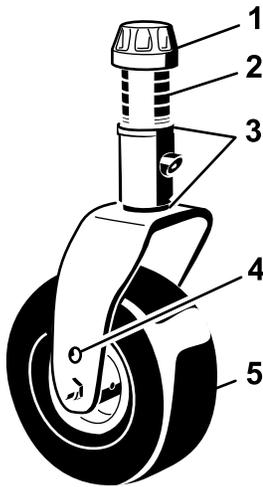
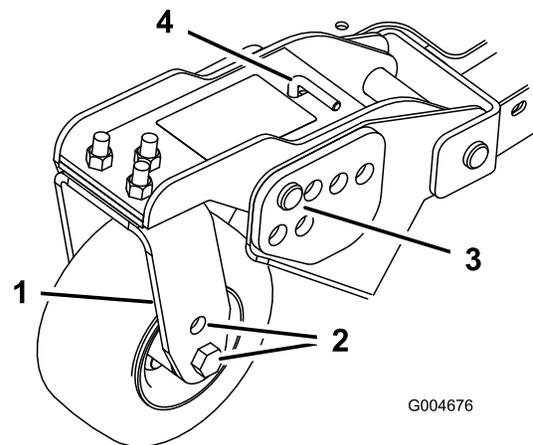
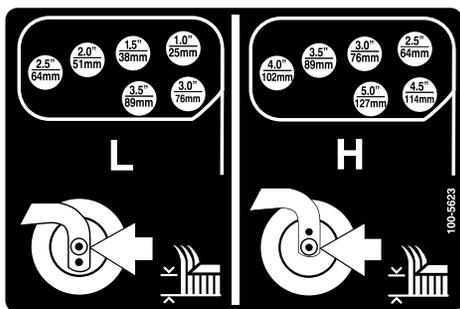

Figure 19
Figure 21
Figure 22
1. Placez les essieux des roues pivotantes dans les mêmes trous sur toutes les fourches (Figure 19 et Figure 21). Pour choisir les trous corrects pour la hauteur de coupe requise, reportez-vous au tableau suivant.
2. Enlevez le chapeau de tension de l'axe de pivot (Figure 19) et sortez l'axe du bras de la roue pivotante.
6. Enlevez la goupille fendue et les axes de chape des bras de pivot (Figure 21).
7. Tournez la tige de tension pour élever ou abaisser le bras de pivot jusqu'à ce que les trous soient en face de ceux du support de hauteur de coupe sélectionnés dans le cadre du plateau de coupe (Figure 21 et Figure 22).